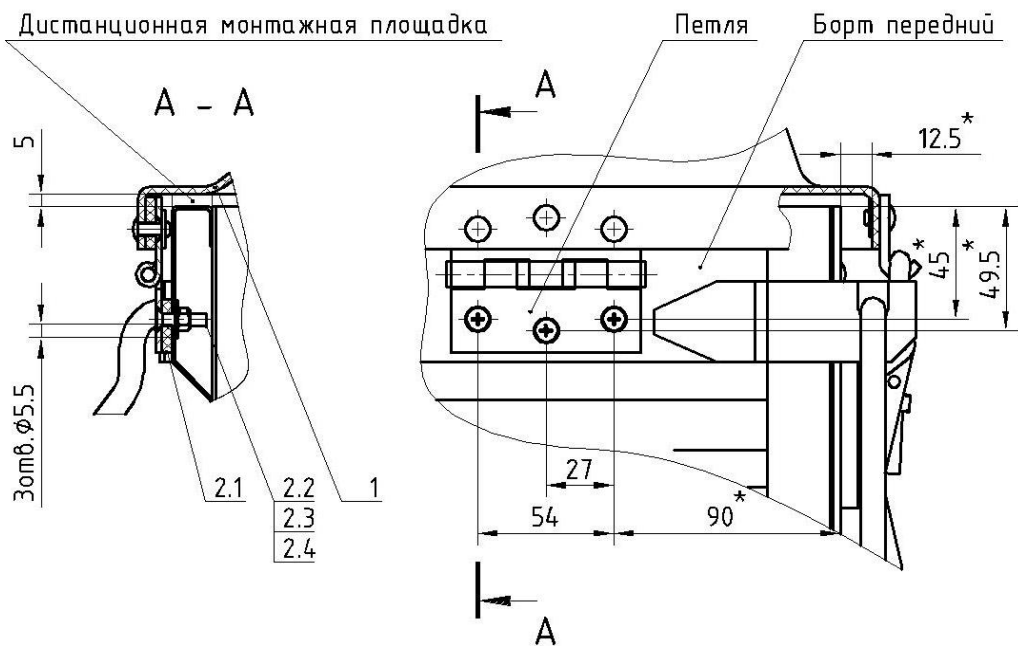

Рисунок 1.
2. Приподнять переднюю часть крышки и положить между передним бортом прицепа и передней частью рамки крышки дистанционную монтажную прокладку толщиной 5мм (рис. 1).
4. Просверлить отверстия  $\varnothing 5.5\text{мм}$  для крепления крышки, используя петли как шаблон, в переднем борту прицепа, как показано на рис.1